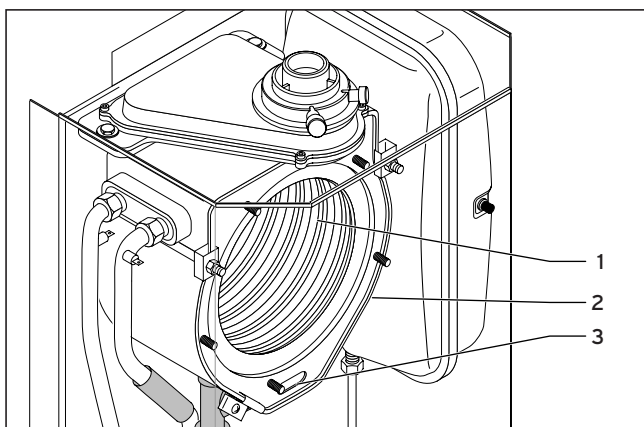

Fig. 8.6 Pulire lo scambiatore di calore integrale a condensazione
- Pulite la spirale di riscaldamento (1) dello scambiatore di calore integrale a condensazione (2) con una soluzione non aggressiva (fig. 8.6). Risciacquate con acqua.
- Attraverso l'apertura (3) può essere pulito anche il vano di raccolta della condensa.